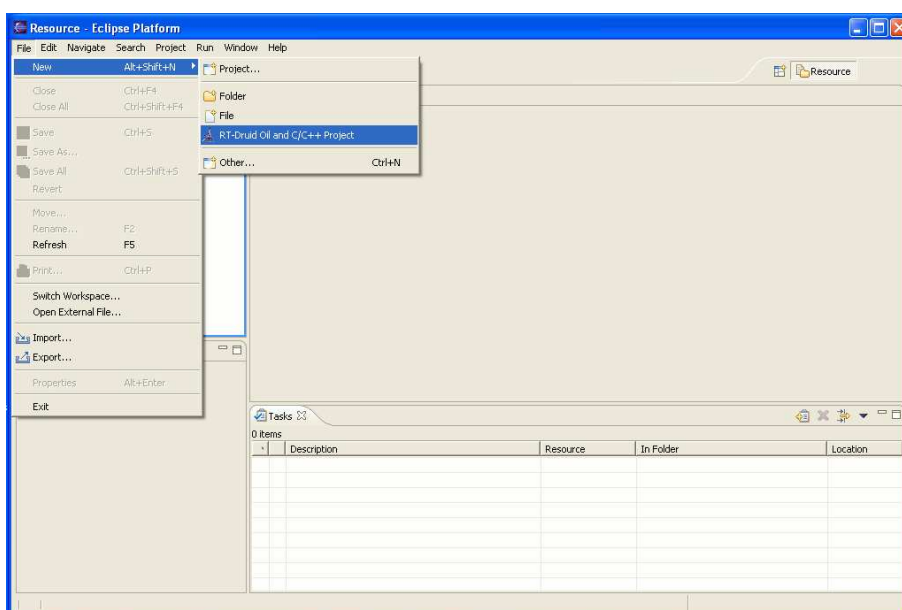

Figura 4.1: Selezionate “New project” dal “File” menu.
1. Selezionate “New Project”, poi “RT-Druid Oil and c/c++ Project” dal “File menu”, come in Figura 4.1.